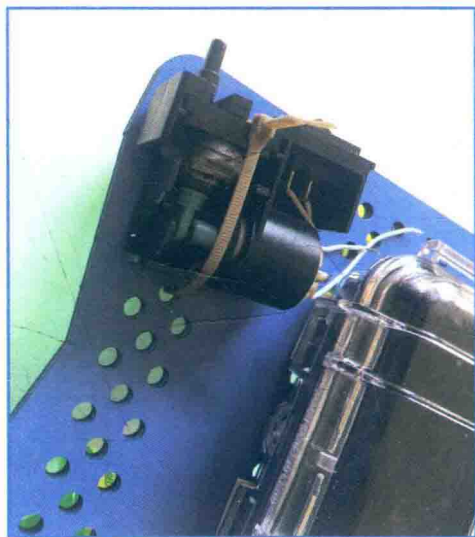

图 11.17 用束线带固定气泵
5. 用束线带将气泵固定在艇体上（见图 11.17）。输出管可以指向任何方向，一段塑料管会将气流导向我们想要的方向。